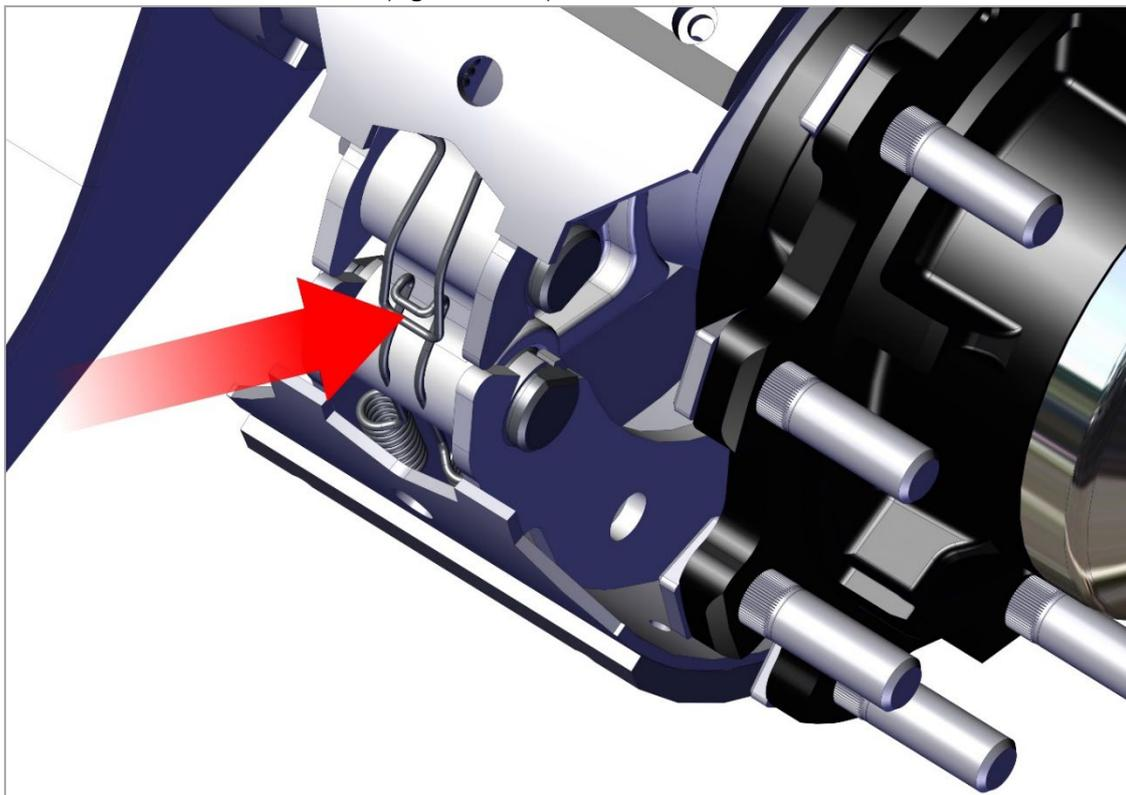

Рис. 20. Зажим пружины.
3) Используя отвёртку, освободите зажим пружины из тормозной колодки. Снимите зажим пружины (рис. 20);